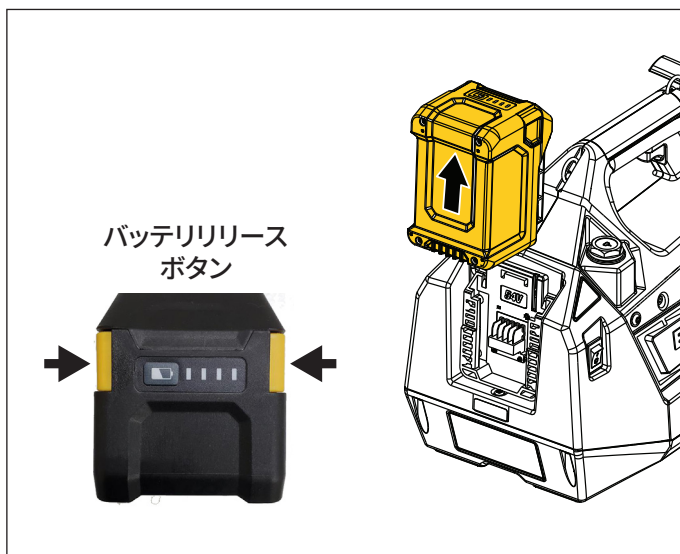

図7: バッテリー - 取り外し
- **バッテリーをポンプから取り外すには:** バッテリーの両側にあるリリースボタンを押したまま保持します。その後、バッテリーを上側にスライドさせて、ポンプから取り外します。図7を参照してください。